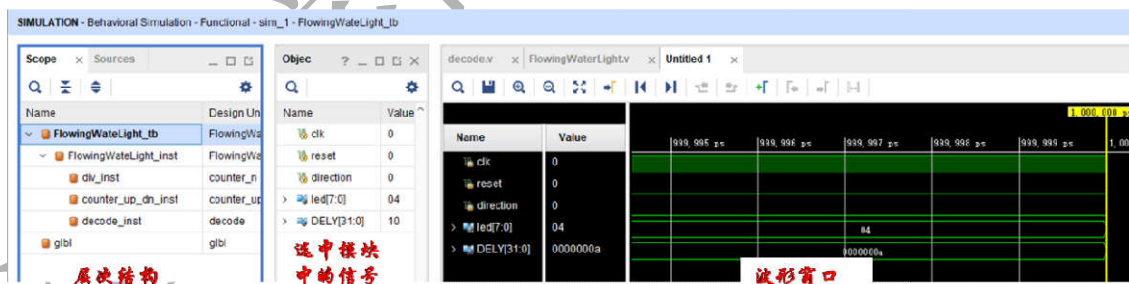

图 A4.33 仿真窗口
(1) 在源文件代码中, 选中仿真测试文件 FlowingWaterLight_tb.v。然后在 Flow Navigator 窗口下, 点击 SIMULATION⇒Run Simulation⇒ Run Behavioral Simulation 命令, Vivado 将会打开仿真窗口并运行 1000ns,如图 A4.33 所示。
信号的默认显示方式为 16 进制，为了增加仿真结果的可读性，本例中 led 信号用二进制编码方式较为合适。在图 A4.33 波形窗口右击 led[7:0]信号，在弹出的快捷菜单执行 Radix⇒Binary 命令，将 led 信号编码方式改为二进制。